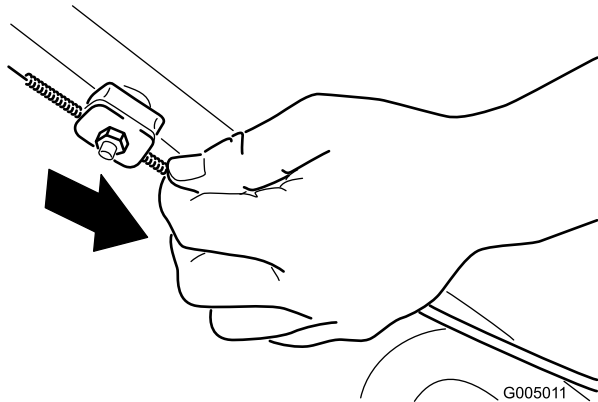

Figura 23
2. Tire hacia abajo de la cubierta del cable (hacia el cortacésped) hasta eliminar la holgura en el cable (Figura 23).